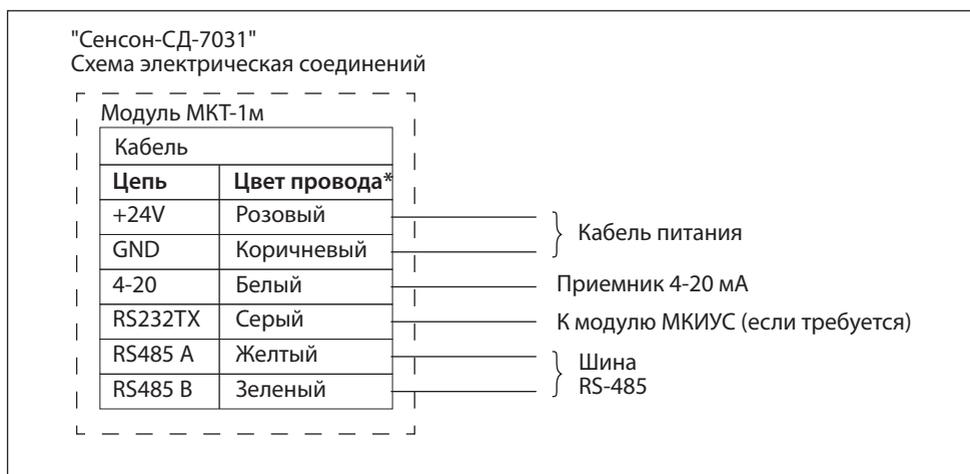

Рис.6. Схема подключения ГС "Сенсон-СД-7031-СМ"
6. Подключите кабель согласно схеме подключения (рис.6) к внешнему коммутационному устройству. Цветовая маркировка проводов кабеля, указанная в схеме подключения, может изменяться, поэтому она приводится в паспорте прибора и на бирке непосредственно на кабеле (рис.7).